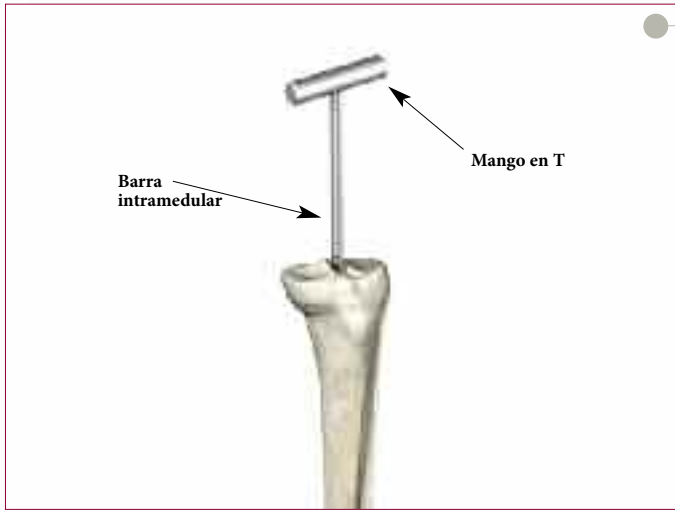

Figura 47
► Introduzca la barra intramedular en el orificio de entrada y hágala descender gradualmente por el canal intramedular (**Figura 47**). Puede hacerse en varios pasos para evitar un aumento de la presión intramedular.